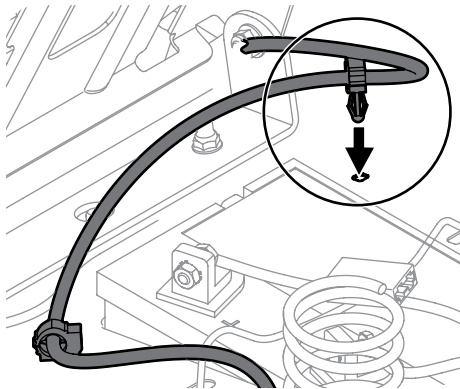

Figura 2-4
4. Usando la traba del arnés unida al arnés, asegure el exceso de cable al guardabarros colocando la traba del arnés en su lugar como se muestra en la Figura 2-4.